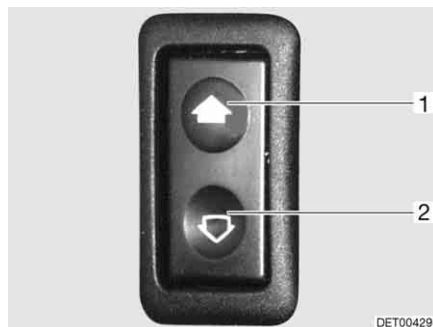

Fig. 29 Interrupteur pour lève-vitres électriques
- Ouvrir :* ■ Appuyer sur la partie inférieure du commutateur (Fig. 29,2).
- Fermer :* ■ Appuyer sur la partie supérieure du commutateur (Fig. 29,1).